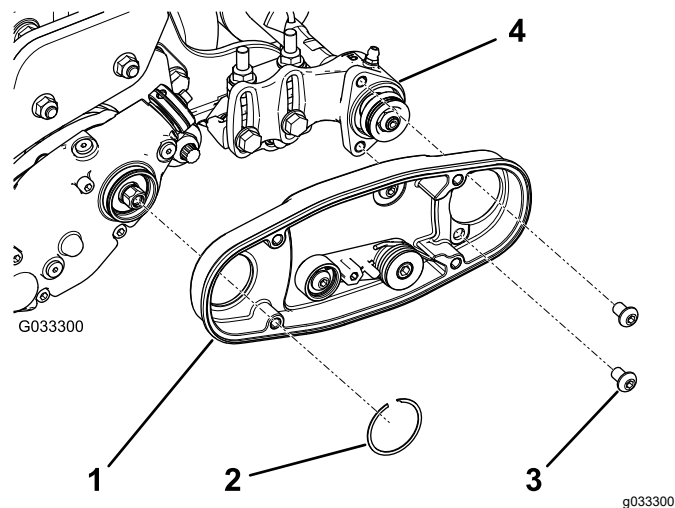

Figura 8
2. Montate l'alloggiamento della spazzola per rullo di sinistra o destra (Figura 8).
Nota: Verificate che il gruppo puleggia tendicinghia sia installato in basso come mostrato nella Figura 8.
3. Applicate Loctite 242 (blu) sui 2 bulloni (5/16" x 1/2") e utilizzateli per montare l'alloggiamento della spazzola per rullo sull'alloggiamento dei cuscinetti (Figura 8).
4. Fissate l'alloggiamento della spazzola per rullo all'alloggiamento della trasmissione del groomer con l'anello di ritenuta (Figura 8).